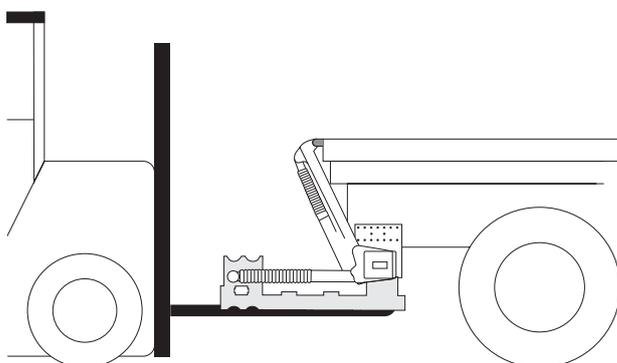

Abbildung 15. Verpackung der Ladebordwand und Gabelstapler verwenden
5. Die Hubarme an den Ösen der Vorrichtung montieren, siehe Abbildung 15. Die normalen Führungsbolzen der Stahlbordwand verwenden.
6. Der Hubträger sollte innerhalb des angegebenen C-Maßes so hoch wie möglich platziert werden. Hubträger auf die Idealhöhe unter dem Rahmen einstellen. Verpackung der Ladebordwand und Gabelstapler verwenden, siehe Abbildung 15. Der Hubträger muss parallel zum Boden des Aufbaus ausgerichtet sein und darf nicht am Rahmen des Fahrzeugs anliegen. Es muss ein Zwischenraum von einigen Millimetern vorhanden sein. Bei Bedarf die Winkel der Arme nachstellen. Dafür die Bordwand vorsichtig betätigen.